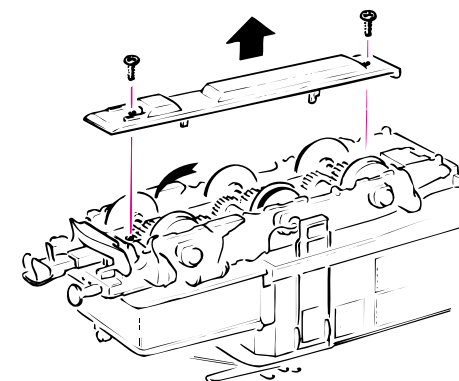

Fig. 6
3. Lämpchenwechsel: Zuerst das Lokgehäuse abnehmen (Fig. 3b). Danach können Sie die **Lämpchen** wechseln (Fig. 6).
3. Remplacement des ampoules: Veuillez démonter d'abord la caisse de votre locomotive (fig. 3b), puis vous pouvez **échanger les ampoules** (voir fig. 6).
3. Change of lights: First remove loco body (fig. 3b) and then change **lights**. (fig. 6).